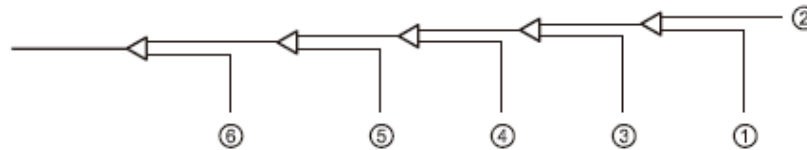

Figura 5.16
8. Spalati celelalte deschizaturi in acelasi mod, lucrând in ordine de la unitatea interna A spre unitatile externe. Consultati Figura 5.16.